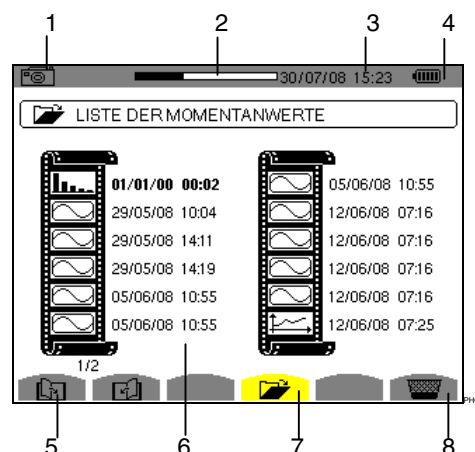

Abbildung 83: Beispiel für die Anzeige einer Liste der Bildschirmfotos
Sie können die Liste der aufgezeichneten Bildschirmfotos aus jeder aktiven Funktion heraus aufrufen. Drücken Sie zum Aufrufen dieser Liste kurz die Taste . Der Bildschirm zeigt die Liste der Fotos (siehe Abbildung 83: Beispiel für die Anzeige einer Liste der Bildschirmfotos).
1. Drücken Sie die Taste . Das Symbol  ist aktiv und der Bildschirm mit der Liste der Bildschirmfotos wird angezeigt (siehe Abbildung 83: Beispiel für die Anzeige einer Liste der Bildschirmfotos).
1. Der Bildschirm mit der Liste der Momentanwerte wird angezeigt (siehe zum Beispiel Abbildung 83: Beispiel für die Anzeige einer Liste der Bildschirmfotos). Wählen Sie das Untermenü, indem Sie die gelbe Taste drücken, die dem Symbol  entspricht.